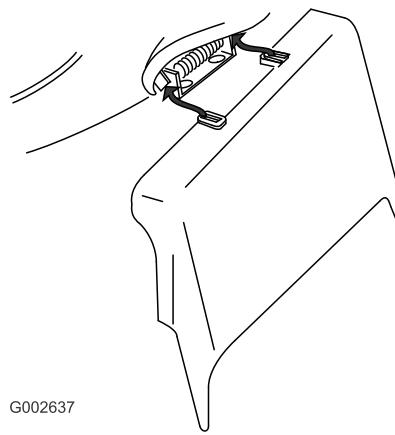

Bild 35
3. Setzen Sie den Seitenauswurfkanal ein und schließen Sie die Klappe auf dem Auswurfschlitz (Bild 35).